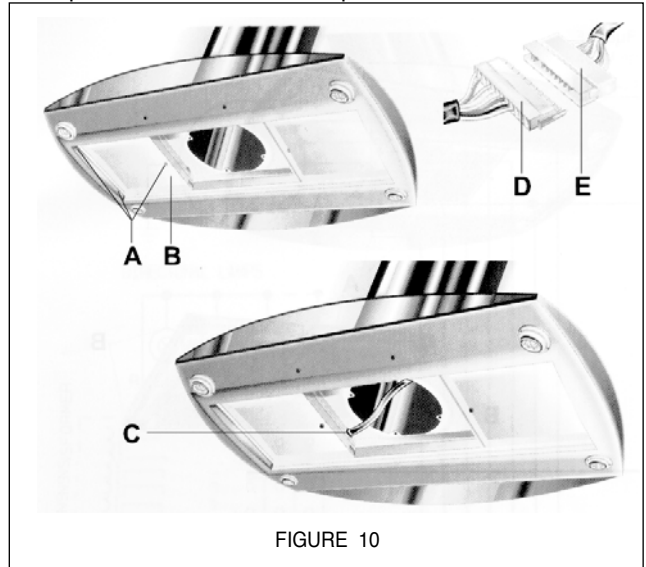

FIGURE 10
4. The electrical cable inside the chimney must be connected to the electrical coupling inside the canopy of the rangehood. The coupling is located behind the access panel (**Item A in Figure 10**) marked with a warning label. Open the access panel by removing three screws (**Item B in Figure 10**). Be careful not to drop the access panel as it is held in place only by these three screws. Once the access panel is removed, connect the electrical coupling (**Items C & D in Figure 10**). Inside the chimney, there is a circular guide for the cable to hold the electrical cable in place. On the electrical cable, there is a rubber grommet that must be inserted into the guide. Once the coupling is connected and the cable secured in the guide, then the coupling must be hidden behind the access panel (**Item E in Figure 10**). The cable must pass through the square notch in the access panel.
4. Il faut brancher le câble électrique à l'intérieur de la cheminée au connecteur à l'intérieur de la hotte. Le connecteur est situé derrière le panneau d'accès (**A de la FIGURE 10**) doté d'un avertissement. Ouvrir le panneau d'accès en retirant trois vis (**B de la FIGURE 10**). Faire attention de ne pas laisser tomber le panneau, il n'est maintenu que par trois vis. Dès que le panneau est retiré, brancher le connecteur électrique (**C et D de la FIGURE 10**). À l'intérieur de la hotte, il y a un guide circulaire pour garder le câble électrique en place. Sur le câble, il y a un passe-fil qu'il faut insérer dans le guide. Dès que le connecteur est branché et que le câble est en place, il faut remettre le connecteur dans le panneau d'accès (**E de la FIGURE 10**). Faire passer le câble par la coche dans le panneau d'accès.